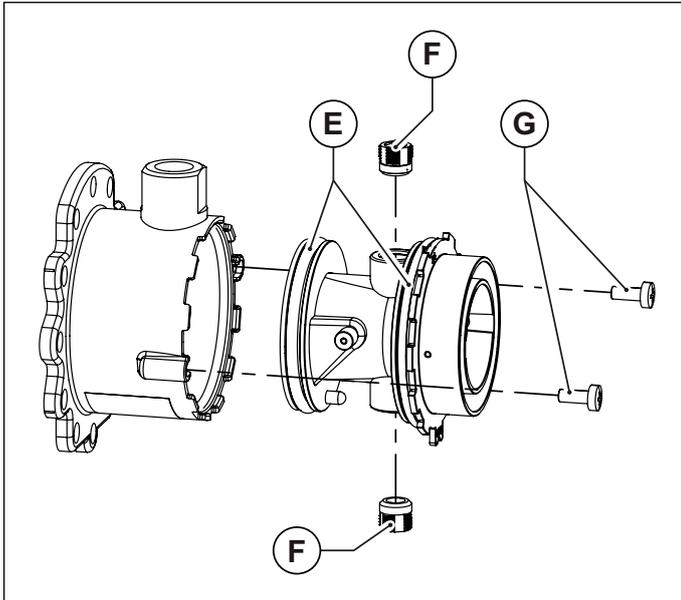
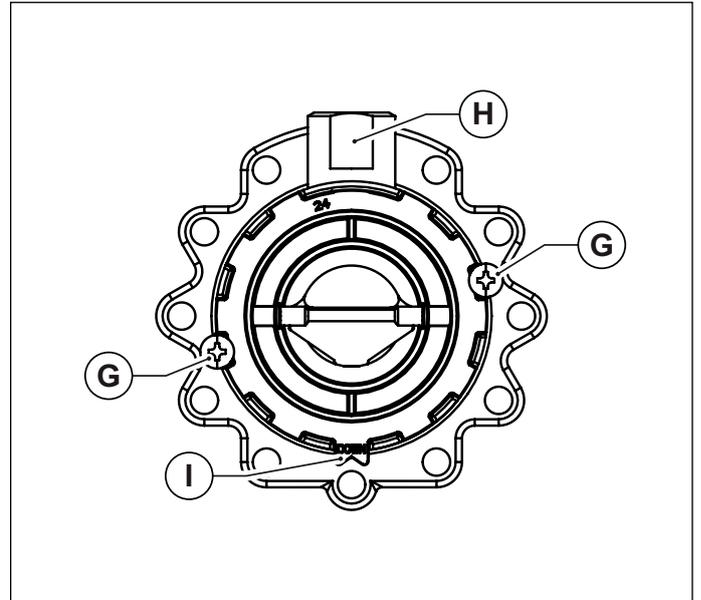

Fig. 38 Corps en plastique du mélangeur
Fig. 39 Orientation de montage
- Sortir le corps en plastique du mélangeur, en desserrant les deux vis de fixation (voir Fig. 38 Corps en plastique du mélangeur).
- Dévisser les deux injecteurs du mélangeur en utilisant une clé à six pans de 6 mm (voir Fig. 38 Corps en plastique du mélangeur).
- Remonter le corps en plastique (Venturi) en l'introduisant dans le mélangeur et en vissant les vis de fixation, en prenant soin de ne pas endommager les joints toriques d'étanchéité qui sont montés à l'extrémité du corps en plastique (voir Fig. 38 Corps en plastique du mélangeur) et de respecter l'orientation de montage (voir Fig. 39 Orientation de montage).
- Installer le mélangeur assemblé au ventilateur avec les vis à six pans, en prenant soin de repositionner, entre le mélangeur et le ventilateur, le joint torique d'étanchéité (voir Fig. 38 Corps en plastique du mélangeur).